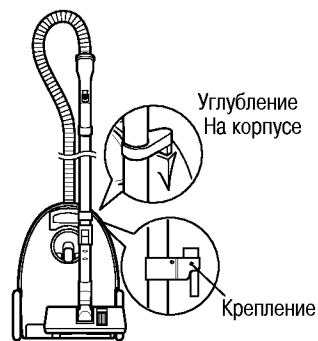

Рис.1
11. При перерыве в работе установите аппарат в вертикальное положение и закрепите крюк на специальном углублении корпуса (рис. 1)